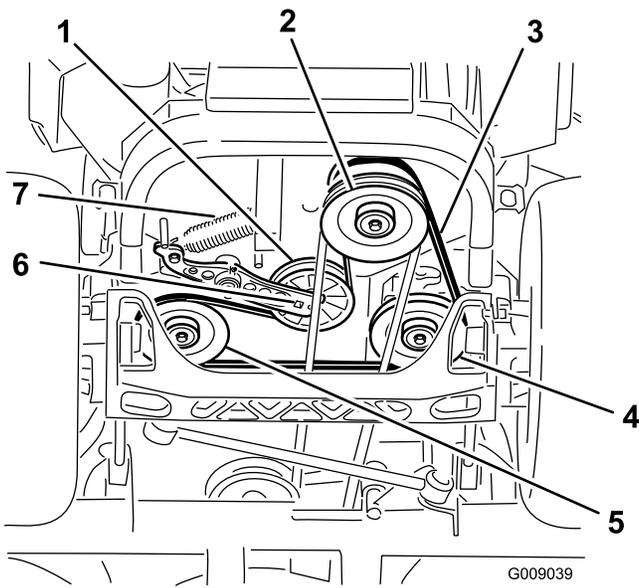

Figura 85
4. Levante la máquina y apóyela sobre gatos fijos (Figura 85).
5. Utilice una llave de carraca en el taladro cuadrado del brazo tensor para retirar el muelle tensor (Figura 85).
6. Desenganche el muelle de la polea tensora del bastidor (Figura 85).
9. Utilizando la llave de carraca en el taladro cuadrado del brazo tensor, instale el muelle tensor en el bastidor (Figura 85).